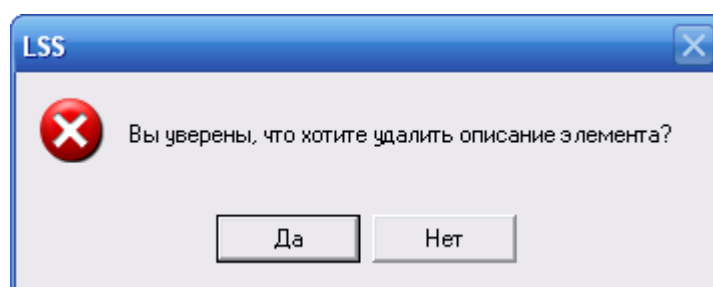

Рис. 6-13
3. В появившемся окне подтвердите удаление элемента (рис. 6-13). Для этого нажмите на кнопку **Да**. При нажатии на кнопку **Нет** удаление элемента отменяется.